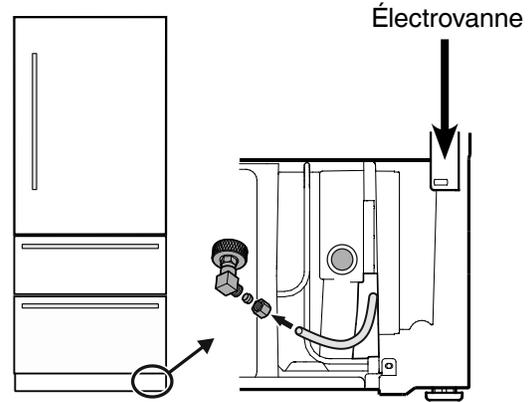

Figure 19
- Retirer le couvercle de l'électrovanne (Figure 19).
- Connecter le conduit d'eau à l'adaptateur dans la configuration correspondante, selon le type de conduit d'alimentation en eau utilisé. La Figure 19 illustre comme exemple la configuration comportant un conduit en cuivre.